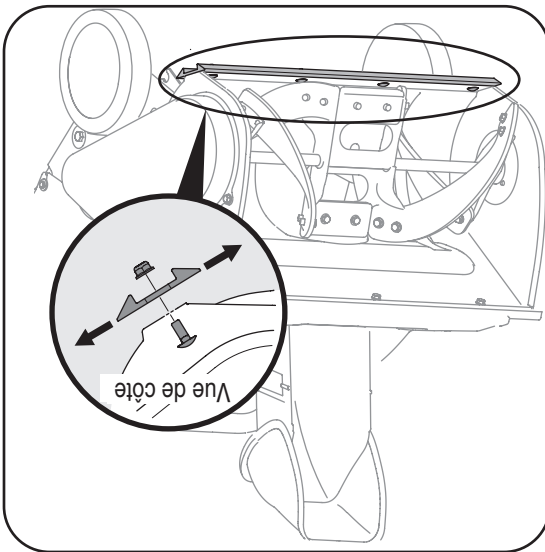

Figure 7
2. Pour ajuster, basculez la souffleuse en arrière pour qu'il repose sur le guidon. Desserrez les écrous à six pans et les boulons ordinaires qui maintiennent la plaque de raclage au logement. Voir la Figure 7. Ajustez la plaque de raclage à la position voulue et serrez à fond les écrous à six pans et les boulons ordinaires.
La plaque de raclage s'usera et devrait être vérifiée périodiquement. La plaque de raclage a deux côtés d'usage et peut être renversé après que un côté s'use. Voir la Figure 7. Pour remplacer ou renverser la plaque de raclage, procédez comme suit: